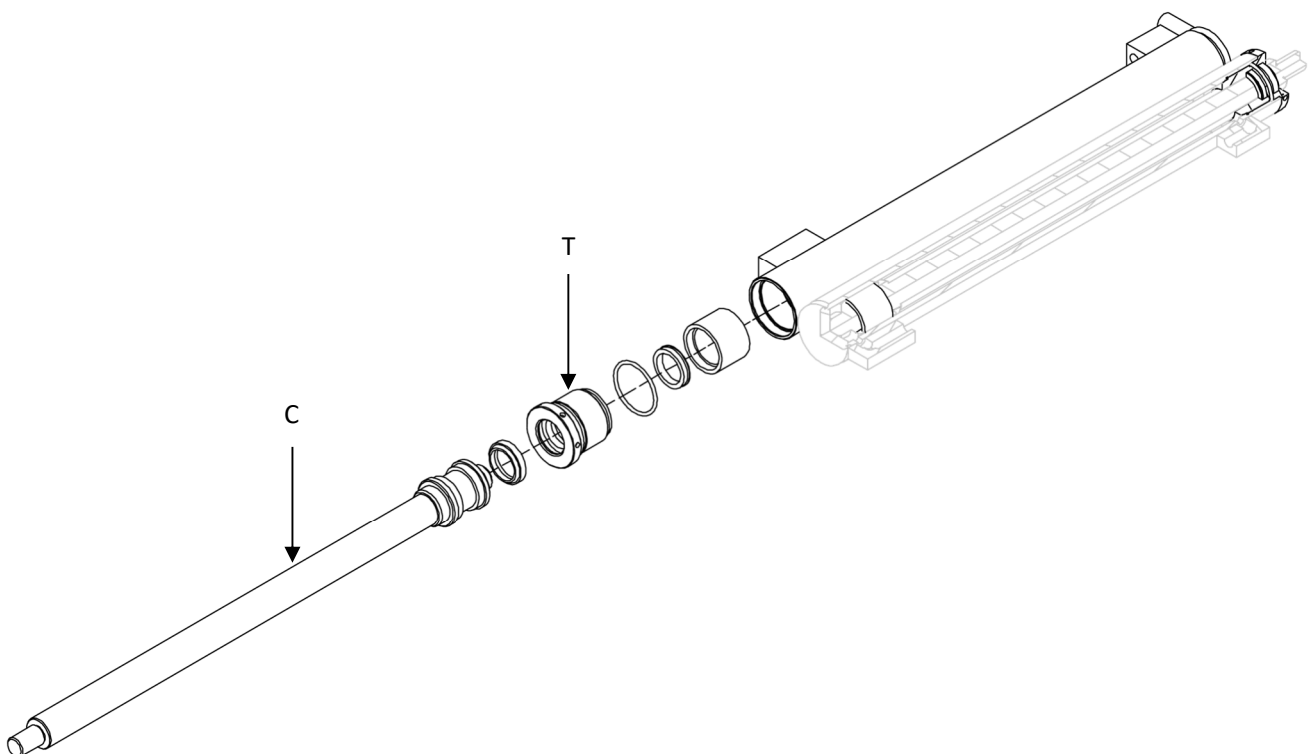

Abbildung 12
8. Beziehen Sie sich auf *Abbildung 12*.